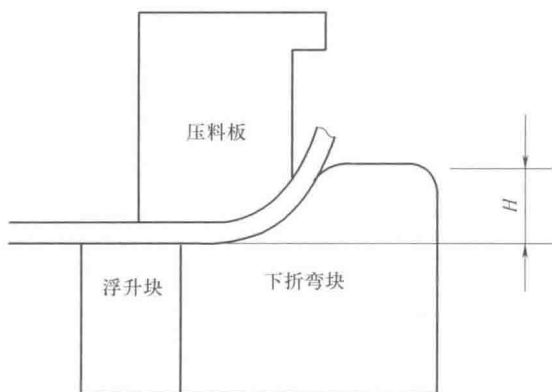

图 3-121 向上成形过程
② 向上成形：向上成形以脱料板镶件向下拍击为宜，不宜用上折弯块（会有变形与不稳定），浮升块必须有足够的力，同样有预折和终折两段式，图示尺寸 H 越大越稳定，成形越容易，如图 3-121 所示。